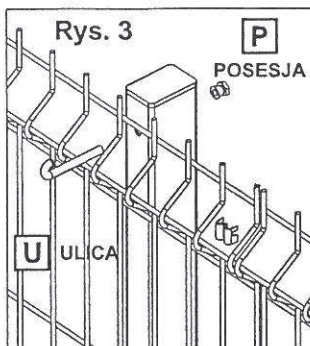

Rys. 2
- 3) Montować panele na słupku elementami mocującymi Rys. 2.